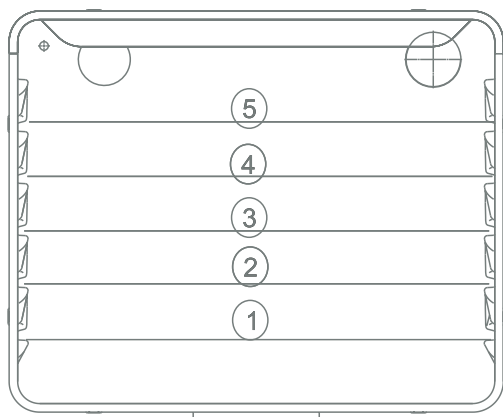

fig. 05
- Los niveles correspondientes se señalan en la fig.05.